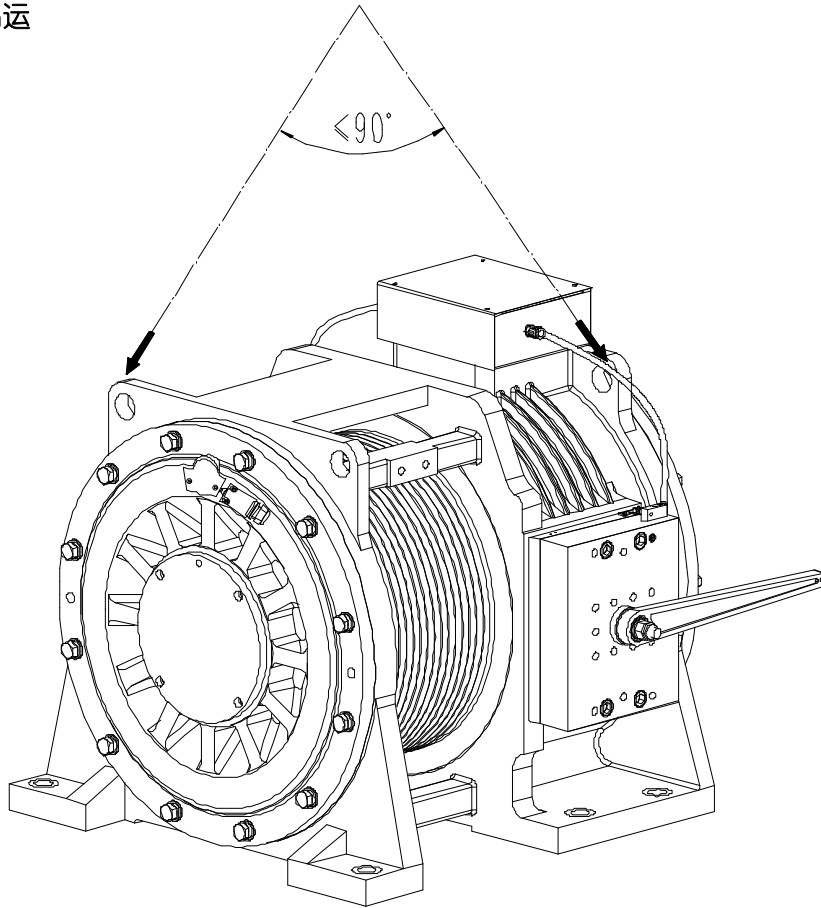

图 2 产品吊装示意图
- 仅允许在图 2 所示起吊孔进行吊装，禁止在其他部位进行吊装工作。